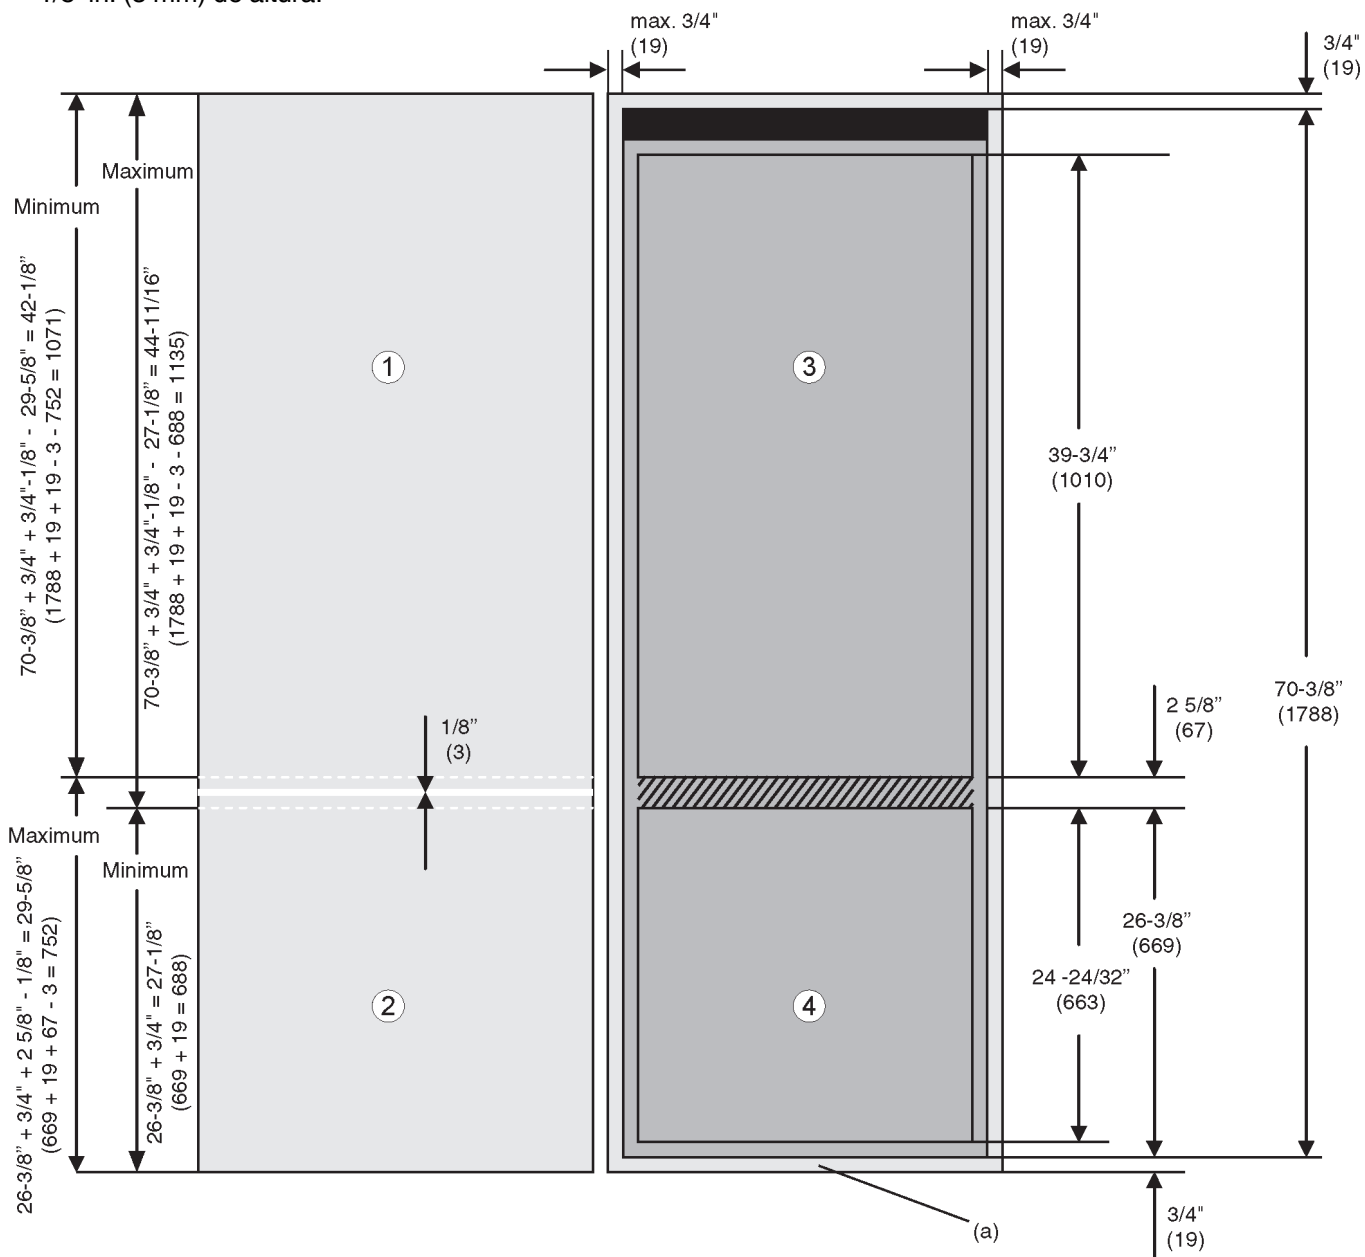

Fig. 4
► Para cubrir la parte frontal de la base *Fig. 4 (a)*: aumente la altura del panel a 26-3/8 in. + 3/4 in. = 27-1/8 in. (669 mm + 19 mm = 688 mm).
Si todavía no se han montado las puertas del mueble, debe haber una ranura entre la puerta del compartimiento congelador *Fig. 4 (4)* y la puerta del compartimiento frigorífico *Fig. 4 (3)* de 2-5/8 in. (67 mm). Después de montar las puertas del mueble, debe haber una ranura entre ambas puertas *Fig. 4 (1,2)* de aprox. 1/8 in. (3 mm) y ésta se debe situar dentro de la superficie sombreada.